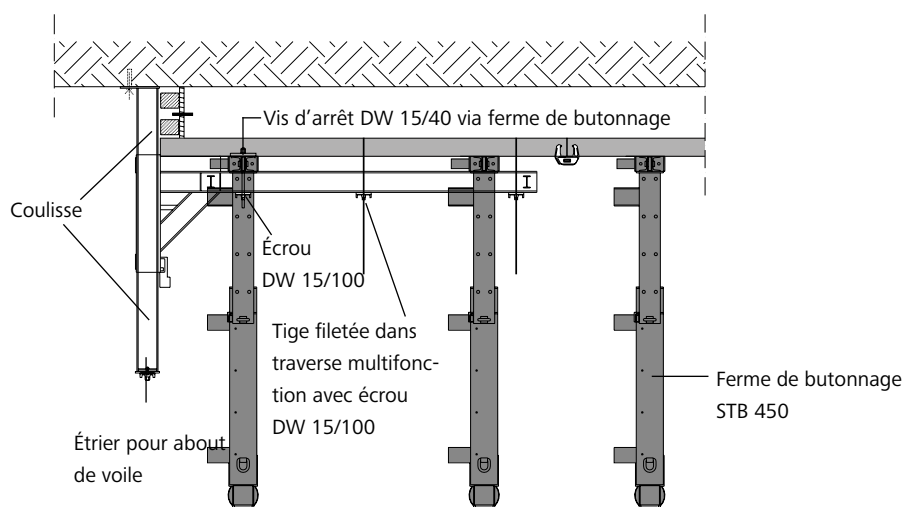

Fig. 32.2 Étrier 110 STB pour about de voile sur panneau Mammut/StarTec couché avec vis d'arrêt DW 15/40
- Mammut et StarTec : utiliser la vis d'arrêt pour fixer l'étrier 110 STB pour about de voile (Fig. 32.2).